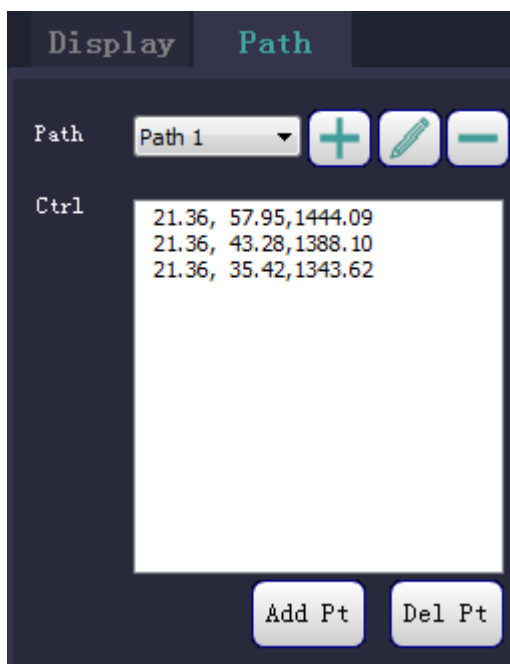

Рисунок7-26 Эндоскопический маршрут
1. Выбрать команду [Endo→Endoscopic path] /Эндоскоп → эндоскопический маршрут/ в [3D] интерфейсе, чтобы войти в интерфейс настройки виртуального эндоскопа с указанием пути, как показано на Рисунок7-26 Эндоскопический маршрут.